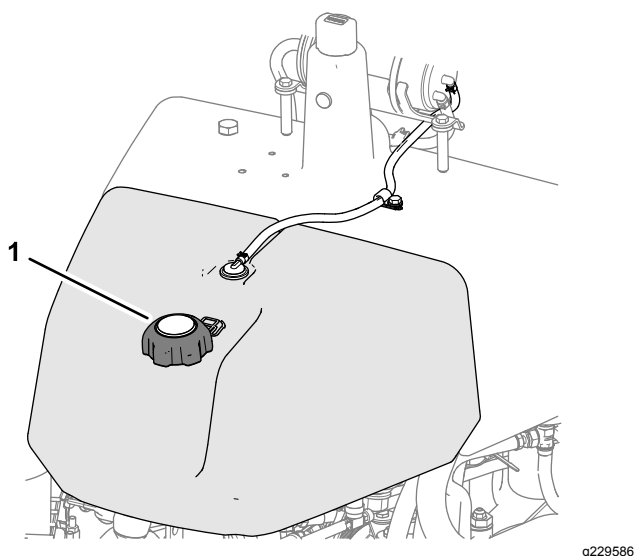

Figura 22
1. Limpe a zona em redor da tampa do depósito de combustível e retire-a (Figura 22).